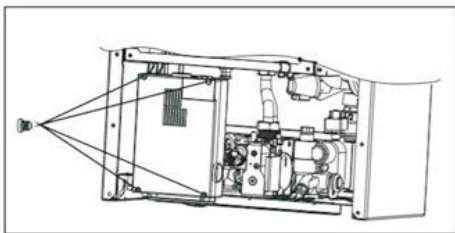

Рис.18
- открутить 4 винта в передней части панели управления (рис.18)